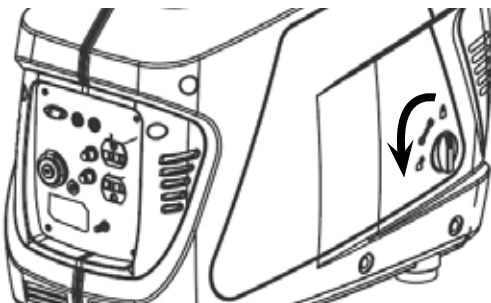

Figura 1: Panel de servicio del motor
1. Gire la perilla de bloqueo en el panel de acceso del motor y déjela a un lado (vea la Figura 1).